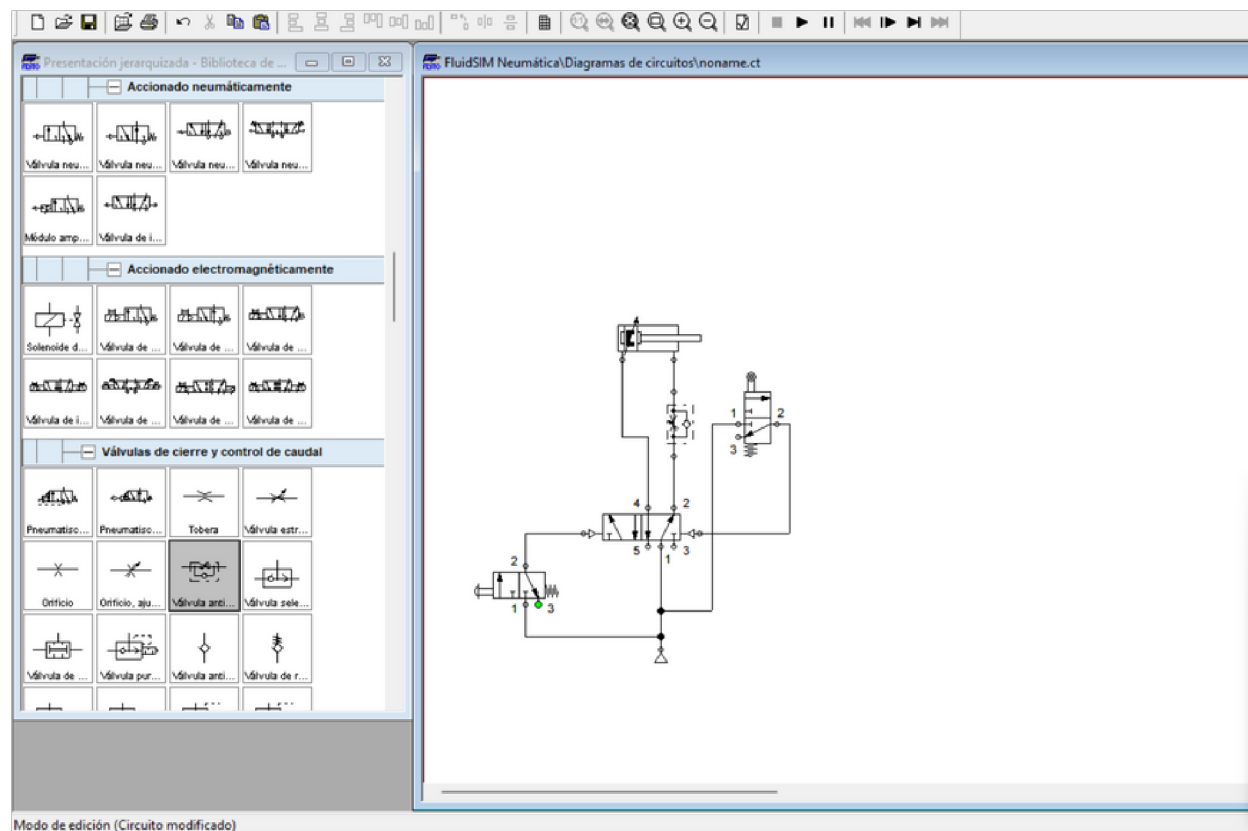

Ilustración 2.6
Paso 6.- conectamos las entradas de las válvulas 3/2 vías a la fuente de aire comprimido. (Ilustración 2.6).